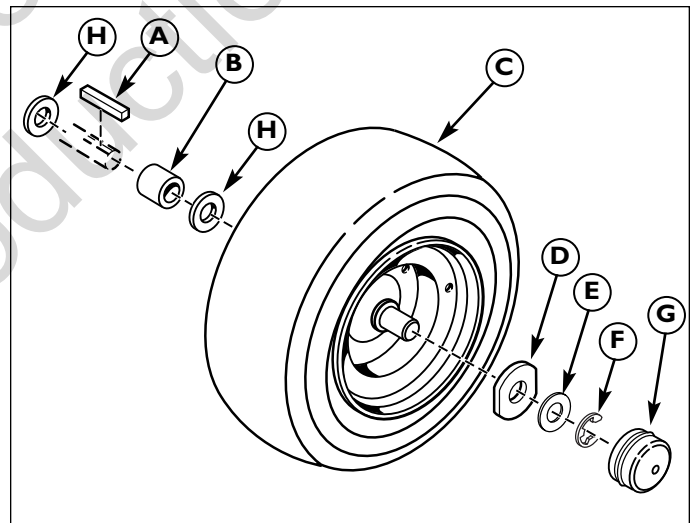

Figura 17. Piezas metálicas del eje trasero
5. Vuelva a instalar los componentes en orden inverso al desmontaje y baje la unidad. Asegúrese de que la llave (A, Figura 17) esté en su lugar en el chavetero del eje.